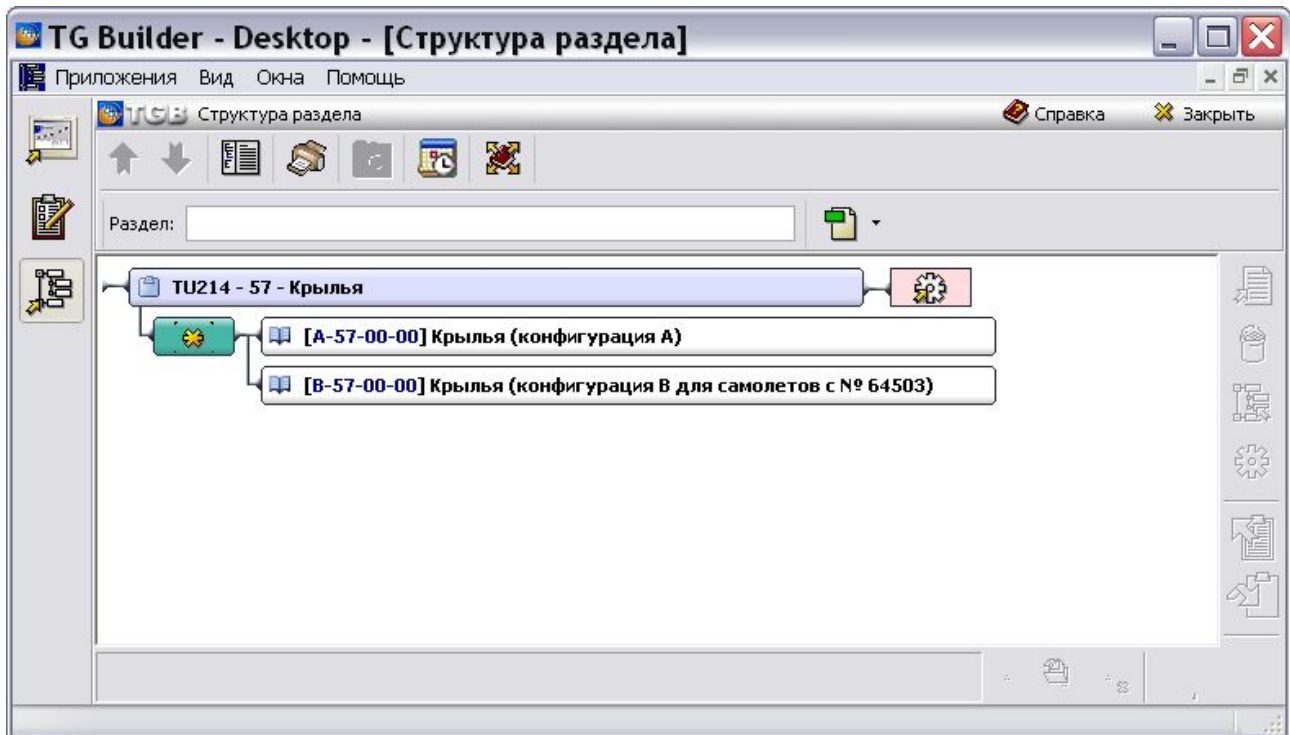
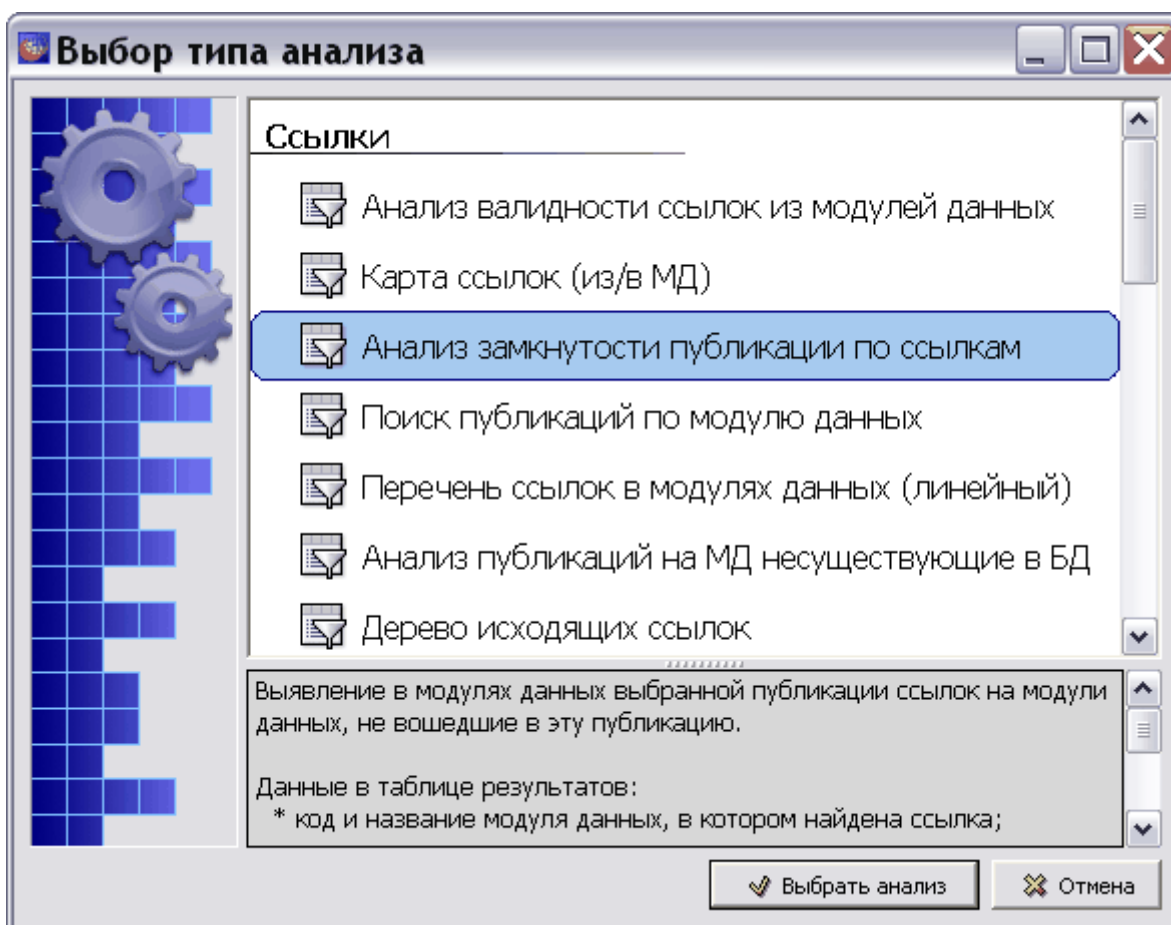

Рис. 12.17
Рис. 12.18. Переход в режим анализа ссылок из публикации
1. В редакторе структуры документа выделите проект (Рис. 12.17) и нажмите на кнопку **Анализ БД** . После этого произойдет переход в подсистему анализа (Рис. 12.18).
2. Укажите тип анализа «Анализ замкнутости публикации по ссылкам» (Рис. 12.18).